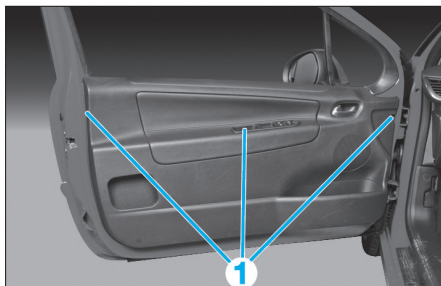

Fig. 56
- Déposer les vis (1) (Fig.56).